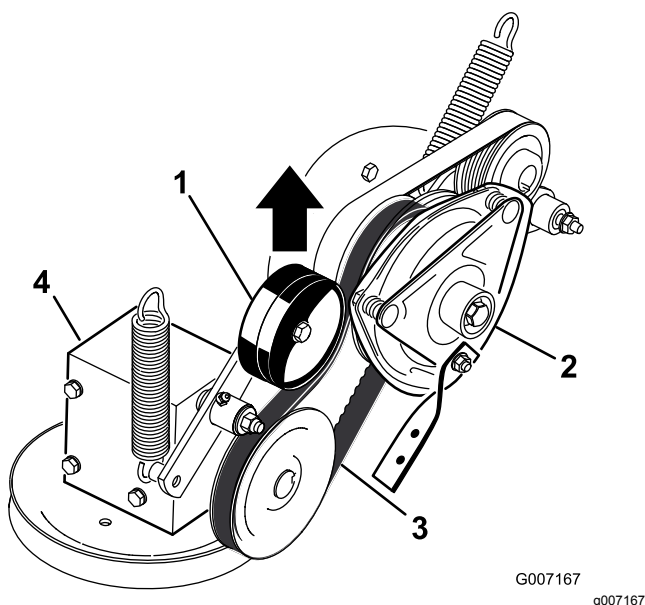

Figura 65
5. Tire hacia arriba de la polea tensora tensada con muelle de la correa de transmisión de la TDF, y retire la correa de la polea del embrague (Figura 65).
17. Tire hacia arriba del brazo tensor tensado con muelle de la correa de transmisión de la TDF, e instale esta en la polea del embrague (Figura 65).